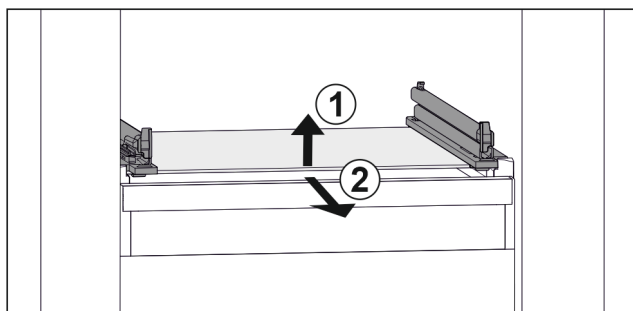

Fig. 158 玻璃隔板例图
- ▶ 抬起玻璃隔板前部。 Fig. 158 (1)
- ▶ 向前取出玻璃隔板。 Fig. 158 (2)